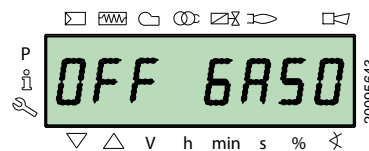

Fig. 44
- light oil “OFF GASO” (Fig. 44)